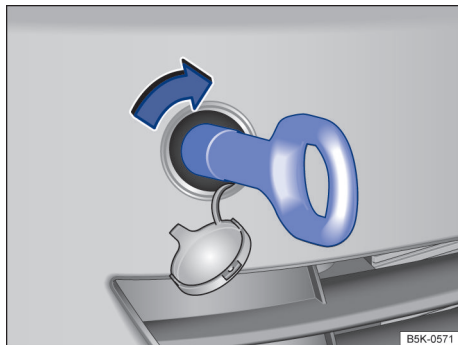

Fig. 209 No lado direito do para-choque dianteiro: rosquear a argola de reboque.
- Enrosque a argola de reboque no alojamento → Fig. 209 girando-a ao máximo **no sentido horário** → ⌚. Utilize um objeto adequado com o qual possa ser rosqueada de modo completo e firme a argola de reboque em seu alojamento.